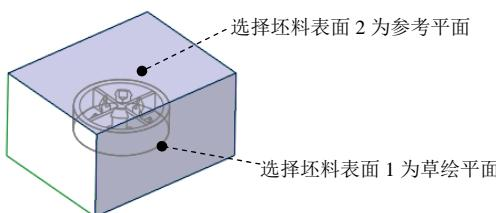

图 18.8 定义草绘平面
(1) 单击 **分型面** 功能选项卡 **形状** ▾ 区域中的 按钮，此时系统弹出“拉伸”操控板。
(2) 定义草绘截面放置属性。右击，从系统弹出的菜单中选择 **定义内部草绘...** 命令；选取图 18.8 所示的坯料表面 1 为草绘平面，接受默认的草绘视图方向，然后选取图 18.8 所示的坯料表面 2 为参考平面，方向为 **上**。然后单击 **草绘** 按钮。